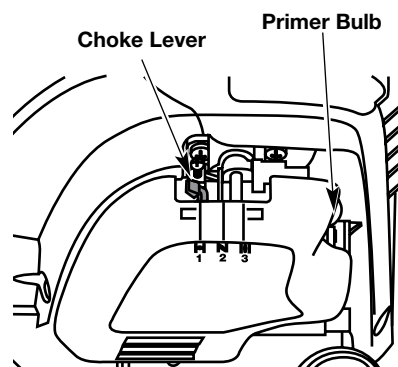

Fig. 21
4. Pressez et relâchez la poire d'amorçage à 10 reprises, lentement. Une certaine quantité de carburant devrait être visible dans la poire d'amorçage et les conduites de carburant (Fig. 21). Si vous n'apercevez pas de carburant dans la poire, pressez et relâchez la poire autant de fois que nécessaire jusqu'à ce que vous aperceviez du carburant dans cette dernière.
5. Mettez le levier d'étrangleur en **Position 1** (Fig. 21).
7. Mettez le levier d'étrangleur en **Position 2** (Fig. 21).
10. Mettez le levier d'étrangleur en **Position 3** (Fig. 21). La machine est prête à être utilisée.